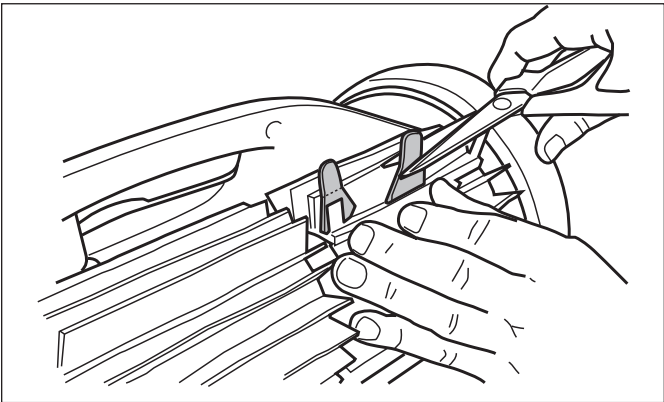

Figura 30. Corte las trabillas
- Utilice tijeras para cortar las trabillas a 3/4 de pulgada de la base para que no queden más altas que las puntas (Figura 30).